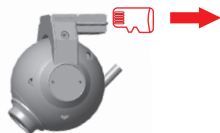

Figure 1: Retirer la carte SD
1. Retirer la carte microSD (non incluse) située dans le support de la caméra du drone (Figure 1).